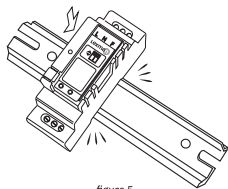

figure 5
6. Installez le boîtier comprenant le récepteur sur le Rail DIN du tableau électrique (voir figure 5).